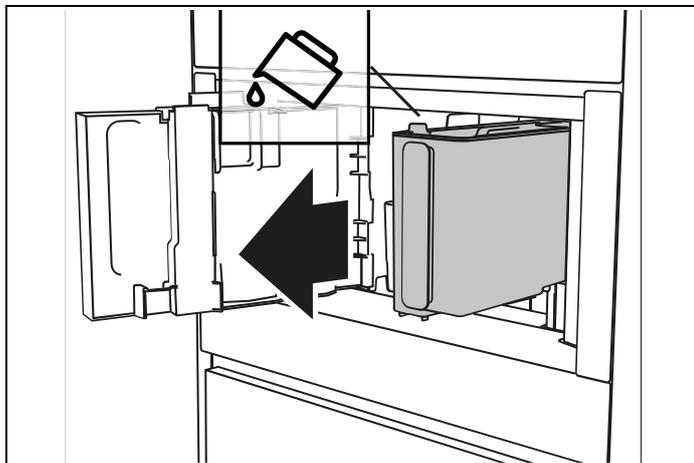
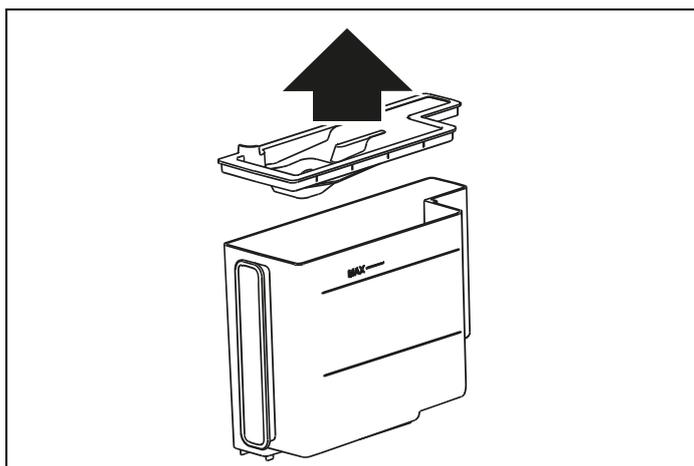
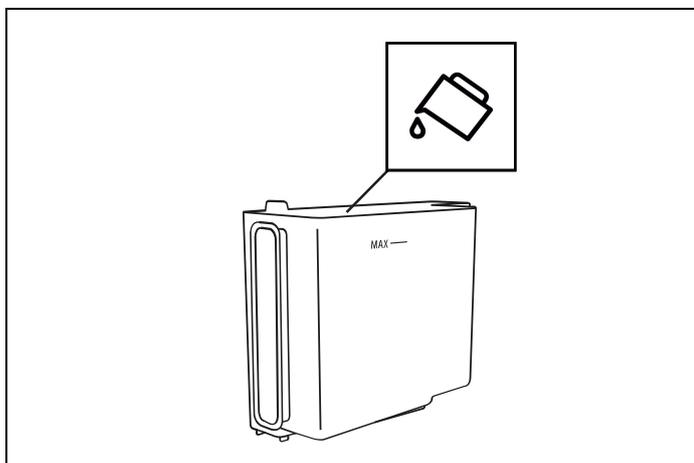
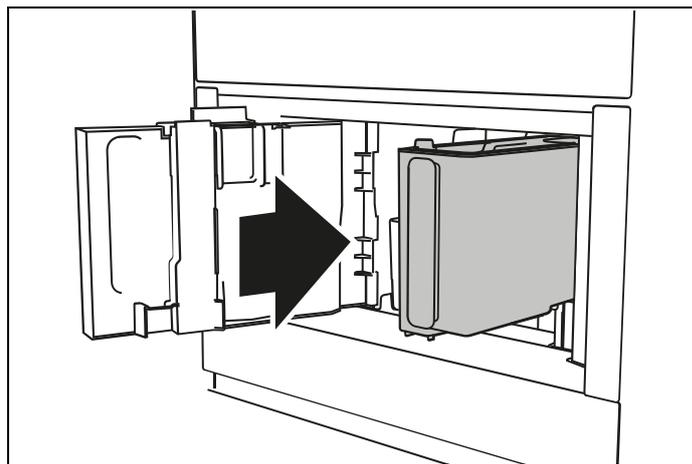

Fig. 17
Fig. 18
Fig. 19
Fig. 20
- 3) **REPLIR LE RÉSERVOIR D'EAU AVEC DE L'EAU DOUCE** : retirer le réservoir d'eau (A12) (Fig. 17), ouvrir le couvercle (Fig. 18), remplir jusqu'à la ligne MAX (marquée à l'intérieur du réservoir) avec de l'eau fraîche (Fig. 19); fermer le couvercle et remettre le réservoir dans l'appareil (Fig. 20);